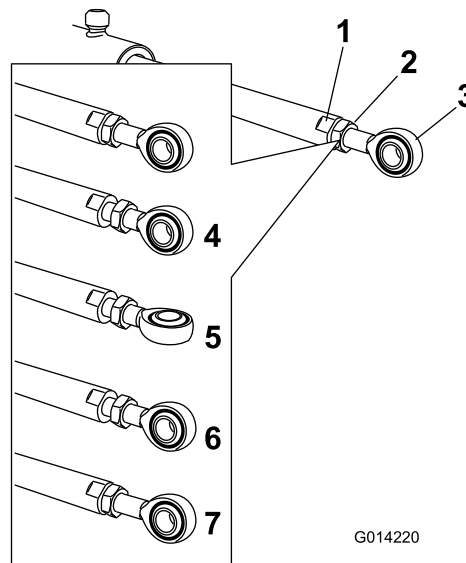

Figura 65
5. Use uma chave nos lados planos da haste do atuador para imobilizá-lo e, em seguida, afrouxe a contraporca para permitir que a haste do ilhó seja ajustada (Figura 65).
6. Gire a haste do ilhó na haste do atuador para encurtar ou alongar o atuador estendido até a posição desejada (Figura 65).